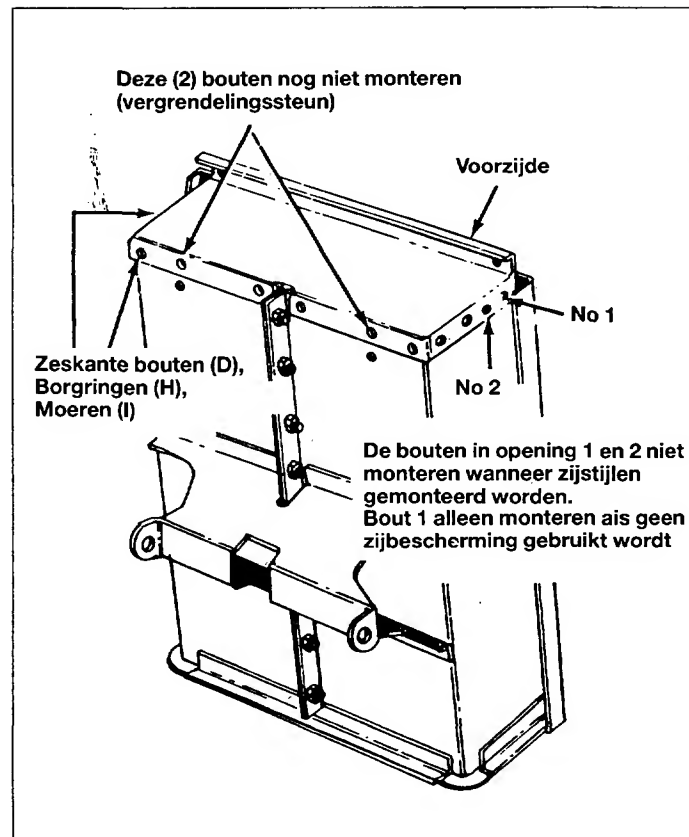

Fig. 8
13. Monteer de voorzijde op de wagen met 6 mm×12 mm zeskante bouten (D), borgringen (H) en moeren (I). Vanaf de binnenkant van de wagen monteren. Zie fig. 8.
N.B.: Wanneer zijstijlen (toebehoren) gebruikt worden, de bouten in opening 1 en 2 achterwege laten. Zie fig. 8.